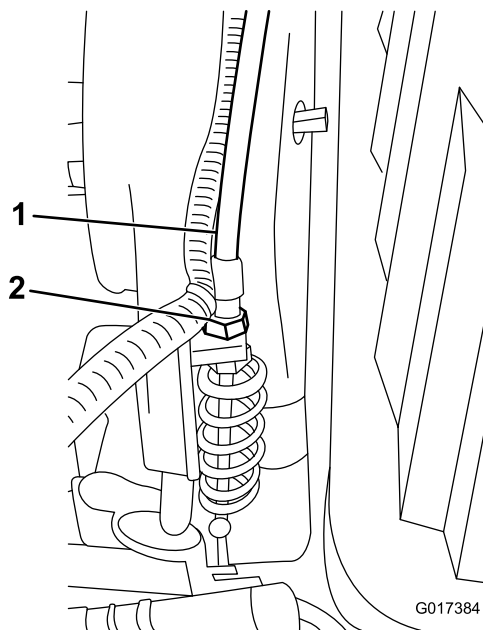

Bild 45
3. Stellen Sie den Spindelbowdenzug am Getriebeschott (Bild 45) ein, um eine Federlänge von 70,6 bis 72,4 mm zu erhalten.